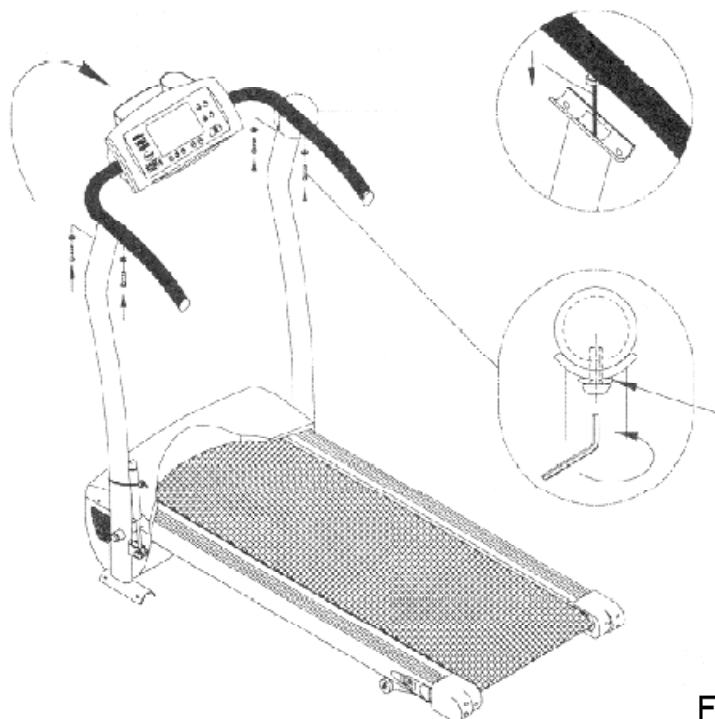

Fig. 2
4. Plaats de handsteunen in positie bovenop de zijhendels, en zorg ervoor dat de kabel netjes in de rechter zijhendel gaat, zonder dat deze geknakt of verbogen wordt. Gebruik dan de schroeven en pakkingen (B&C) die we bewaarden bij de vorige stap om nu de handsteunen vast te maken aan de zijhendels. (zie fig. 2) Zorg ervoor dat de ronding van de pakkingen overeenkomt met de rondingen van de handsteunen.